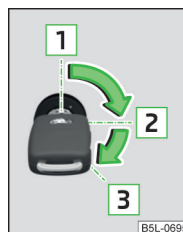

Fig. 105
- Durante la marcha con el motor parado, la llave de contacto ha de estar siempre en la posición 2 » fig. 105 de la página 127 (encendido conectado). Esta posición se indica por el encendido de algunos testigos en el cuadro de instrumentos.
- El motor de arranque sólo se debe accionar estando parados el motor y el vehículo. Si se acciona el motor de arranque con el motor en marcha 3 » fig. 105 de la página 127, puede resultar dañado el motor de arranque o el motor del vehículo.
Motores de gasolina » fig. 105
Motores diésel » fig. 105
Si la **dirección está bloqueada** y no se puede girar la llave de contacto hasta la posición  » fig. 105 o resulta muy difícil, se debe mover ligeramente el volante hacia los lados para liberar el bloqueo de la dirección.
- Conecte el encendido  » fig. 105 de la página 127.
Parar el motor girando la llave de contacto a la posición  » fig. 105 de la página 127.